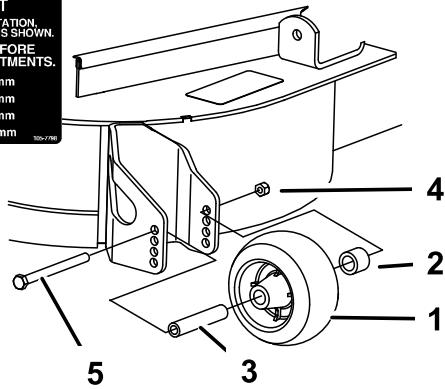

Figura 13
3. Montate il dado flangiato, la boccola, il distanziale ed il bullone. Serrate a 54-61 Nm.(Figura 13)
1. Dopo avere regolato l'altezza di taglio, regolate i rulli togliendo il dado flangiato, la boccola, il distanziale ed il bullone (Figura 13).